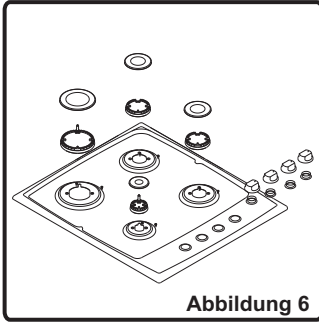

Abbildung 6
- Nehmen Sie Brennerkappe und Adapter vom Brenner ab (Abbildung 6).